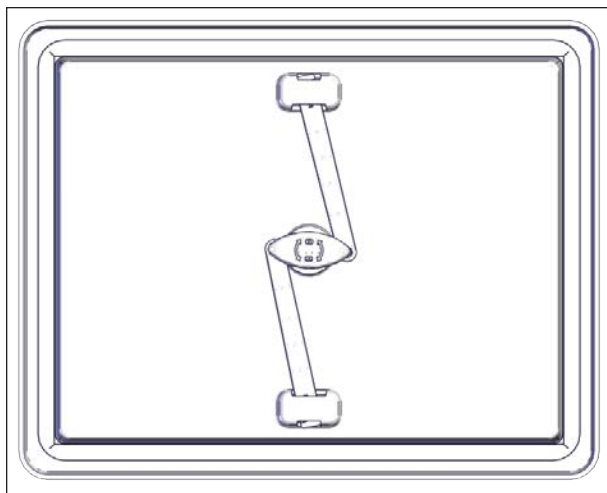

FIGURE 101: POIGNÉE INTÉRIEURE
1. Tourner la poignée rouge d'un quart de tour dans l'un des deux sens pour rétracter les bras, voir Figure 101.